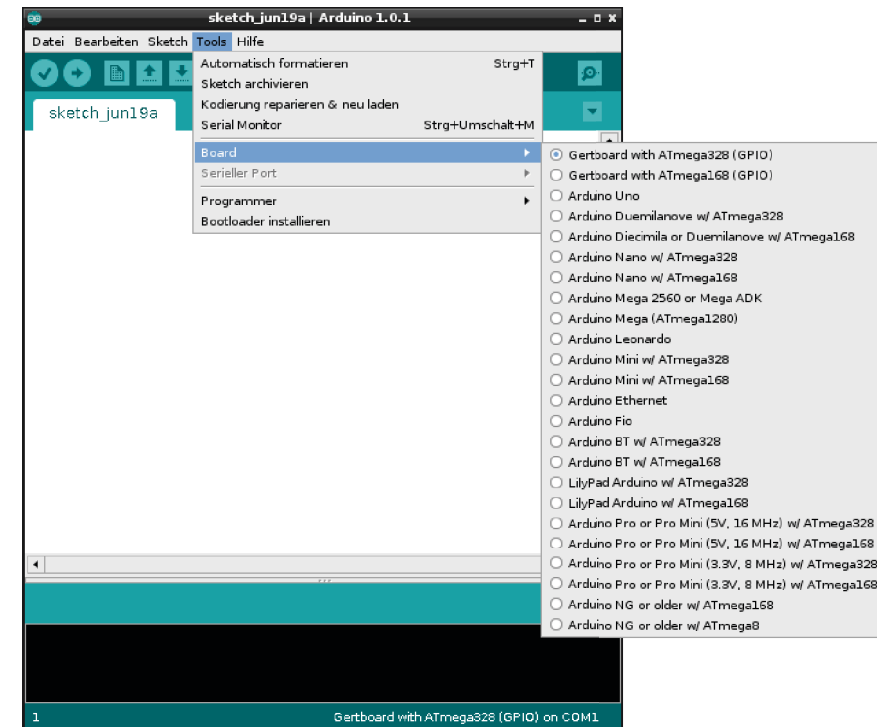

Abbildung 16.13 Auswahl des verwendeten Microcontrollers
- ▶ Navigieren Sie zu **TOOLS • BOARD**, und aktivieren Sie den Eintrag **GERTBOARD WITH ATMEGA168 (GPIO)** beziehungsweise **GERTBOARD WITH ATMEGA328 (GPIO)** (siehe Abbildung 16.13).